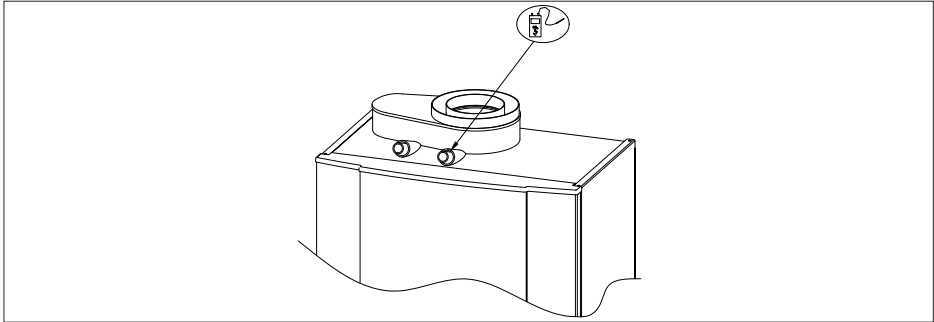

fig. 24 Punto de medición
18. Controlar el buen funcionamiento del dispositivo de regulación del aporte aire/gas midiendo el valor del contenido de CO₂ (o en O₂ en caso de ausencia CO₂ en el gas natural en ciertas regiones) en conducto de evacuación de humos (punto de medida, *ver tabla 17 o tabla 18 y fig. 24*).